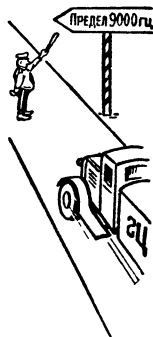

Рис. 109. Модуляция несущей частоты 1 МГц частотой 400 гц.
**Л.** — Однако это чрезвычайно важно. Пока модуляция отсутствует, станция излучает только одну частоту, которая является ее несущей частотой. Но модуляция каким-либо звуком одного тона тотчас создает две другие частоты, расположенные симметрично по отношению к несущей частоте. Таким образом, передатчик, работающий на частоте 1 МГц и модулированный звуком с частотой 400 Гц, будет создавать, помимо несущей частоты, еще две другие: 1,0004 и 0,9996 МГц (рис. 109). Ты видишь, что эти волны являются результатом сложения и вычитания несущей частоты и частоты модуляции.